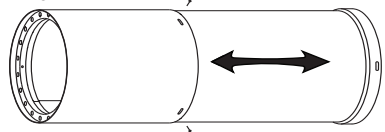

Figure 9
6. Tuyau télescopique (Figure 9)